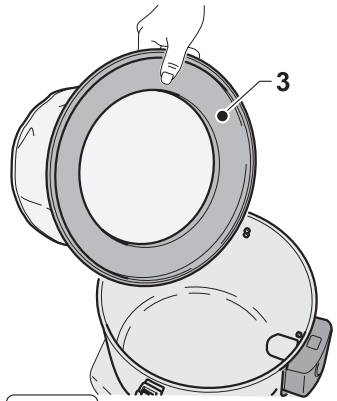

Fig. 3
- Проверьте если во внутреннем баке существует фильтрующий элемент (3 Рис. 3) из TNT (полиэстера); в случае его отсутствия, вставьте его в специально уделенное для этого пространство.
Фильтрующий элемент (3 Рис. 3) из TNT (полиэстера) может оставаться монтированным во время использования прибора для всасывания жидкостей, только после его внимательной очистки (продувание воздушной струей) для остранения накопленной пыли во время использования пылесоса.
Для повторного использования пылесоса, после использования прибора для всасывания жидкостей, убедитесь что внутренняя часть бака и фильтрующий элемент (3 Рис. 3) полностью высушены.
- Удалите фильтрующий элемент (3 Рис. 3) чтоб его почистить как описано в вышеуказанном разделе.
- Удалить фильтр (3 Рис. 3) из полиэфира.